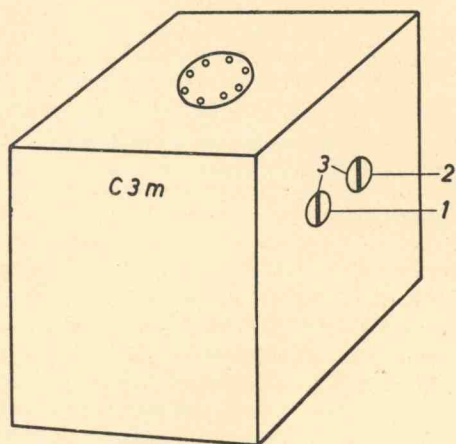

Abb. 2
Ein beliebiger Adapter (Abb. 2) — außer den Adaptern für Diodenmessungen — ist auf die Steckerleiste (30) des Prüfgerätes zu setzen. Der Schalter (22) wird durch Rechtsdrehen im Bereich „Steiheit-[S]“ in die Stellung „Eichen auf 100%“ gedreht. Beim Drücken der Taste „S“ (19) soll dann das Instrument (1) auf der Wechselstromskala den Wert „100 %“ anzeigen. Bei Abweichungen wird die Anzeige mit dem Potentiometer (23) — Einstellung mit Schraubenzieher — auf „100 %“ gebracht.
### 1.1.6. Eichen der Anoden- und Schirmgitterspannungen durch Einstellung der Spannungen am Adapter (Abb. 2).
Durch Abnehmen der Abdeckschrauben (3 — Abb. 2) werden die Schlitzachsen der Potentiometer 1 und 2 freigelegt. Bei gedrückter Taste „EA“ (15) wird mit dem dazugehörigen Potentiometer (1 — Abb. 2) die Anodenspannung auf „100 %“ eingestellt. Entsprechend ist die Einstellung der Schirmgitterspannung bei gedrückter Taste „EA“ (15) mit dem anderen Potentiometer (2 — Abb. 2) vorzunehmen. Der Schalter (27) ist hierbei in die Stellung „ $U_{g2}$ “ — obere Marke des Drehknopfes — zu drehen. Nach Einstellung der Anoden- und Schirmgitterspannungen an den Adaptern sind die Abdeckschrauben (3 — Abb. 2) wieder anzubringen.